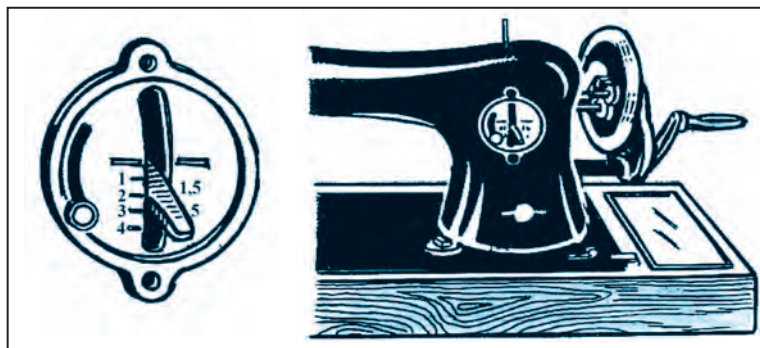
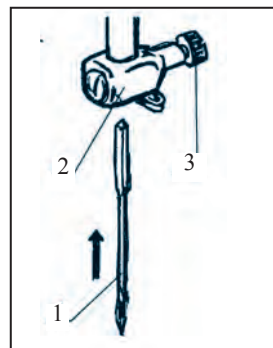

Рис. 30. Регулировка регулятора строчки.
Рис. 31. Установка иглы.
1. Необходимо отрегулировать регулятор строчки (рис. 30). Величина строчки подбирается в зависимости от толщины и вида ткани (от 0 до 4 мм). Устанавливается игла (рис. 31). Игла приводится в самое высокое положение, винт (3) ослабляется. Канавка иглы (1) наводится в сторону проведения нитки и введя иглу в отверстие иглодержателя (2) она закрепляется.